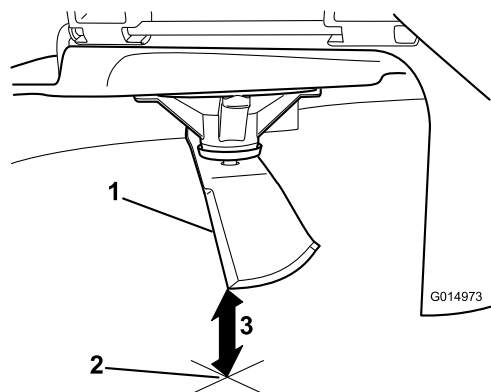

Bild 75
5. Messen Sie von der Messerspitze bis zu ebenen Fläche (**Bild 75**).